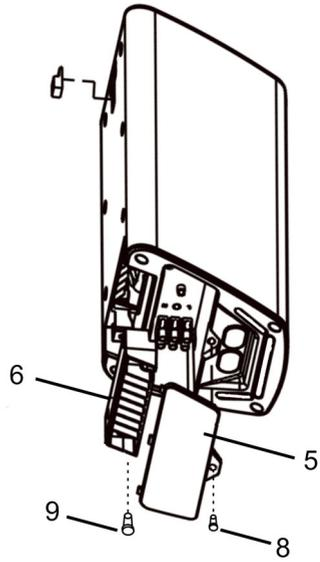
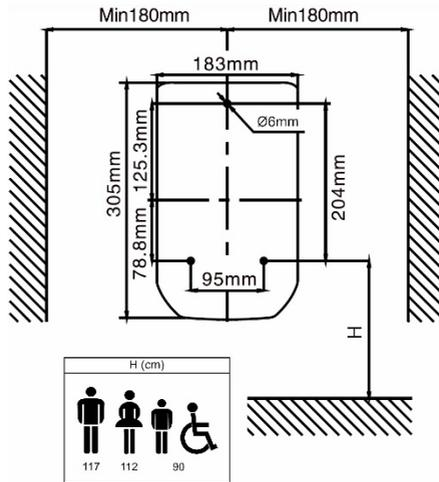
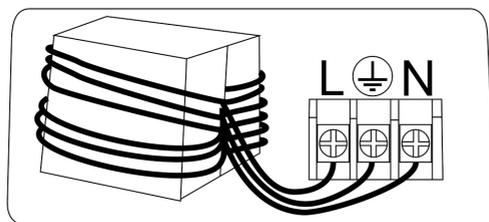

Fig. 2
Fig. 3
Fig. 5
- (Fig. 3) Assurez vous que le futur emplacement de l'appareil respecte les mesures de sécurité indiquées. Nous vous recommandons d'installer l'appareil à une hauteur différente selon qu'il sera utilisé dans des toilettes pour hommes, femmes, enfants et handicapée.
- Comme indiqué sur la figure 2, retirez la vis de fixation (9) du bas de l'appareil à l'aide d'un tournevis, abaissez le bloc de support (6), percez un trou de Ø6mm à 30mm de profondeur à la position correspondante avec les dimensions du gabarit d'installation attachées à l'appareil (Fig. 3).
- Si l'appareil est installé avec le câble encastré dans le mur, retirez d'abord la vis (8) (Fig. 2) du capot inférieur de l'appareil (5), puis désinstallez le câble d'origine situé à l'intérieur du périphérique. Le câble encastré dans le mur doit être inséré dans l'appareil et enroulé 4 fois dans la ferrite, au câble L (marron), N (bleu) et à la terre  (jaune - vert) à la borne, conformément à la Fig. 5. Ensuite, le capot inférieur de l'appareil (5) peut être fermé.